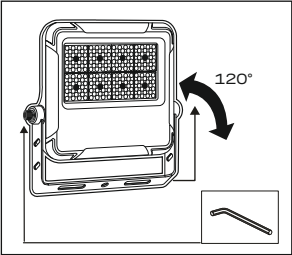
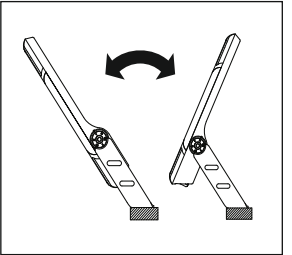

Рис. 2
Рис. 3
- 5.12 Закрепить осветительный прибор на устанавливаемой поверхности, ослабить боковые винты с помощью шестигранника (H6), отрегулировать угол наклона осветительного прибора (рис. 3), после чего надежно затянуть боковые винты (рис. 2).